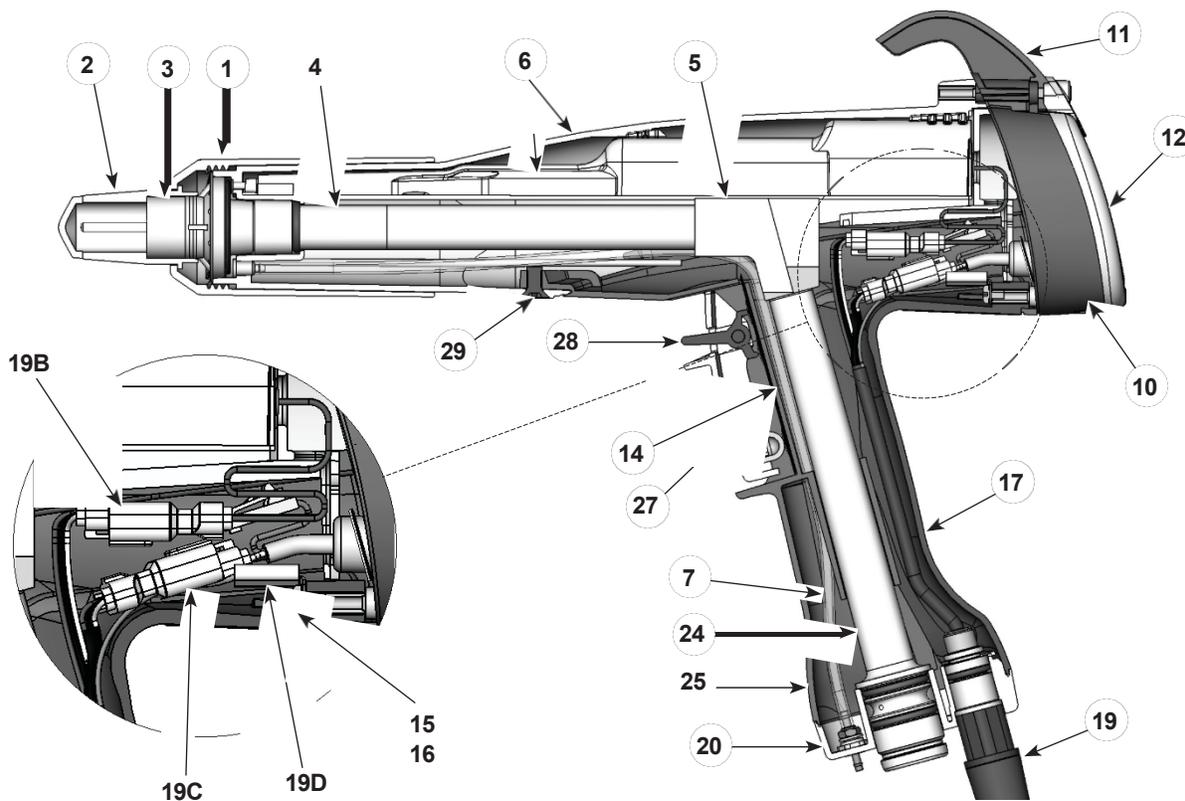
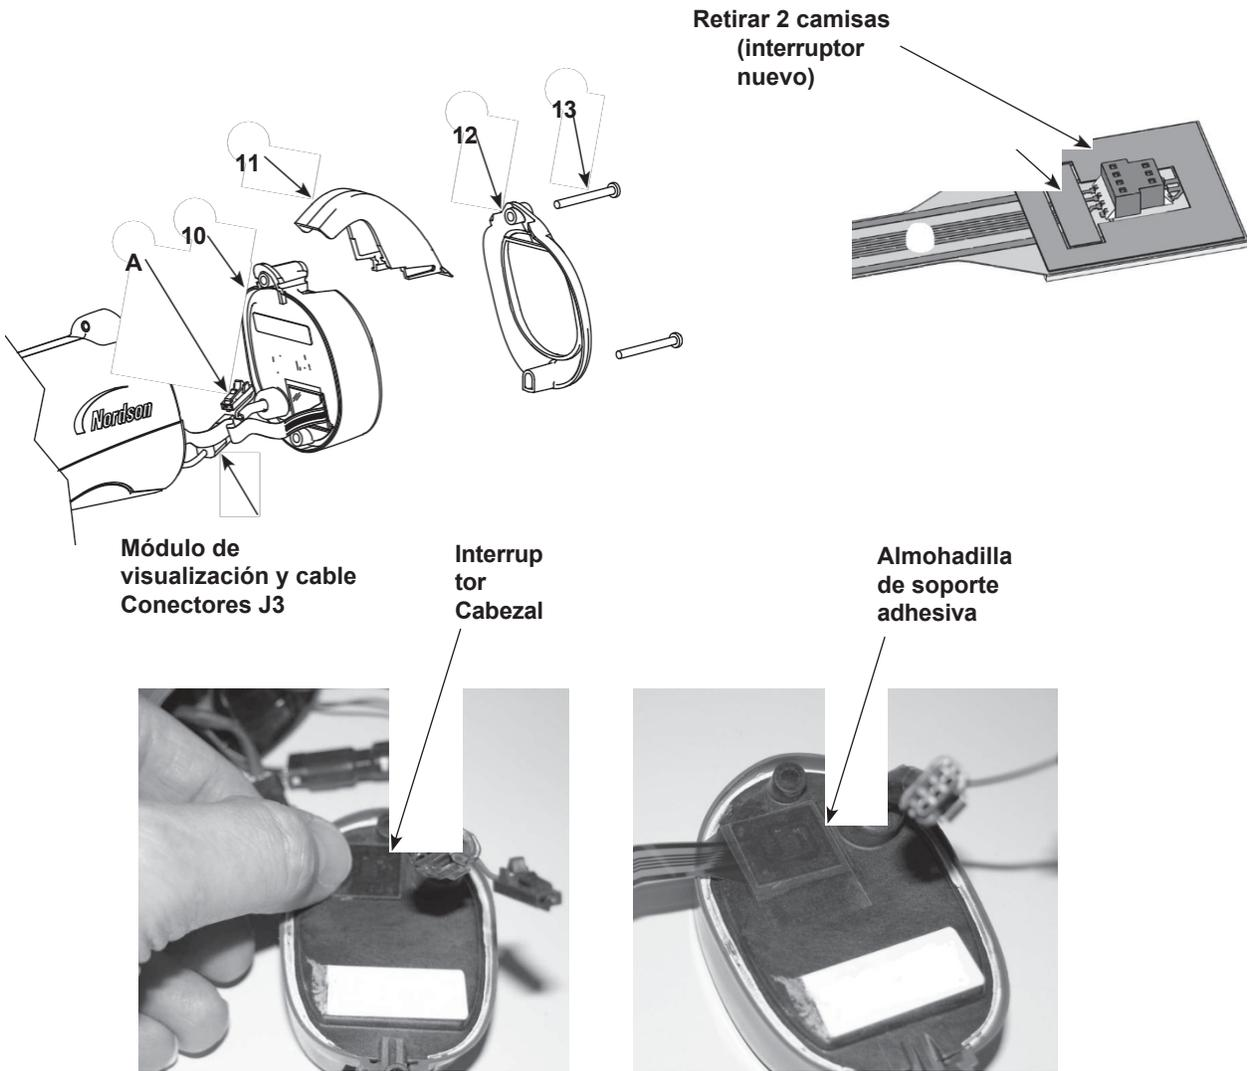

Figura 10 Sección V iew of Spray Gun (los números de artículo de esta sección coinciden con los de la lista de piezas)
Figura 11 Pantalla Sustitución del módulo
1. Consulte la Figura 10 y la Figura 11. Desatornille los tornillos superior e inferior (13) que sujetan el bisel (12), el gancho (11) y el módulo de visualización (10) al cuerpo de la pistola.
1. En el módulo de pantalla (10), limpie cuidadosamente la superficie de montaje del cabezal del interruptor de disparo y la zona circundante con alcohol isopropílico. Deje que la superficie se seque completamente antes de continuar.
2. Si va a instalar un nuevo interruptor de disparo, retire los dos revestimientos del lado del conector del cabezal del interruptor de disparo, como se muestra en la figura 11.
5. Conecte módulo de pantalla J3 y el conector del cable. El conector del cable de tierra (A) no se utiliza para esta versión de la pistola.
7. Deslice el gancho (11) sobre el módulo de visualización y, a continuación, instale el bisel (12).
8. Instale y apriete los tornillos (13).
2. Véase la figura 10. Desenrosque la tuerca de la boquilla y retire el conjunto de boquilla y electrodo de la pistola pulverizadora.
4. Consulte la figura 11. Instale el módulo de pantalla como se describe en Instalación del módulo de pantalla en la página 18.
5. Instale el conjunto de electrodos (3) en el extremo del tubo de salida situado en la parte delantera del cuerpo de la pistola. Asegúrese de que el electrodo de alambre no esté doblado ni roto.